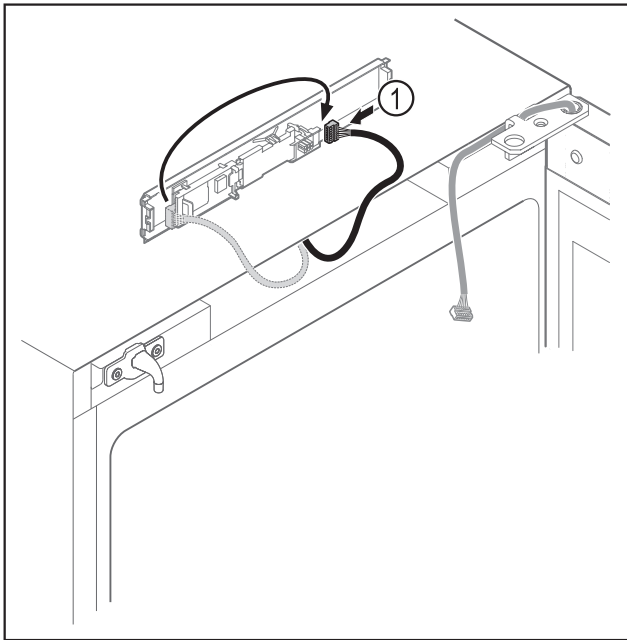

Fig. 16
- Zmeňte zapojenie zástrčky Fig. 16 (1) na doske plošných spojov.